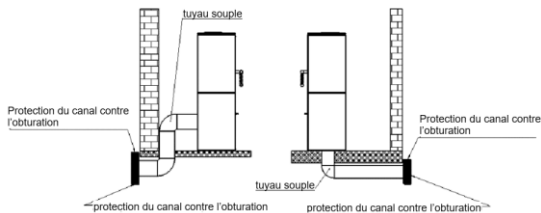

Fig.2. Schéma du raccordement de l'alimentation en air
- positionner le four sur une surface inflammable avec une saillie minimale de 0,4 m. mesurée à partir de l'avant du four et un minimum de 0,2 m. mesuré à partir des côtés et de l'arrière du four (voir Fig. 2).